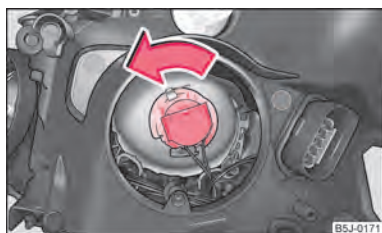

Fig. 154 Demontarea becului fazei scurte
- Rotiți fișa cu becul spre stânga până la limită ⇒ fig. 154 și scoateți-o.